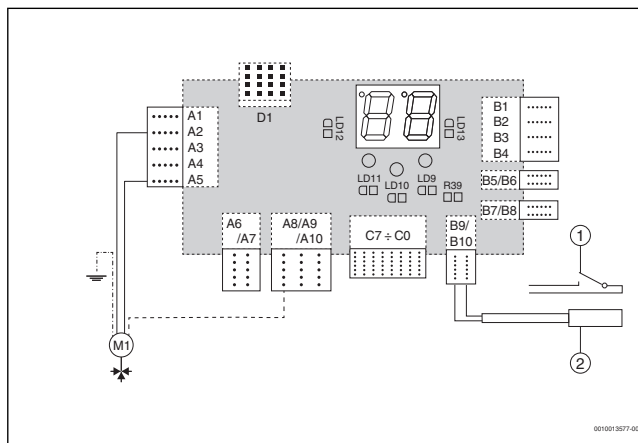

Fig. 1 Tilkobling av 3-veisventilen for funksjonen til styringen av varmtvannet eller reservekilden
- ▶ Koble til kabelen til shunten på elektronikken til fyrkjelen tilsvarende kablingsskjemaet (→ fig. 1). Isoler de gjenværende lederne (det dreier seg om interne kontakter til shunten).
- ▶ Koble til følerne på klemmene B9-B10 til elektronikken tilsvarende kablingsskjemaet (→ fig. 1). Det er ikke nødvendig å overholde noe polaritet på følerkablene.